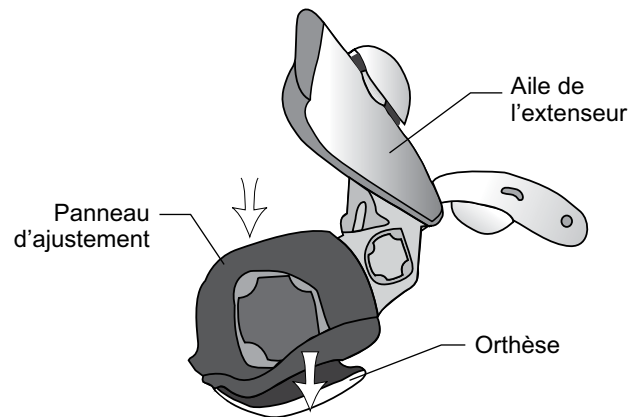

Figure 6-17 : Placement du panneau d'ajustement des fléchisseurs
2. Lorsque l'aile de l'orthèse est ouverte, fixez le panneau d'ajustement du fléchisseur avec le support du fléchisseur de l'orthèse. Reportez-vous à la Figure 6-17.